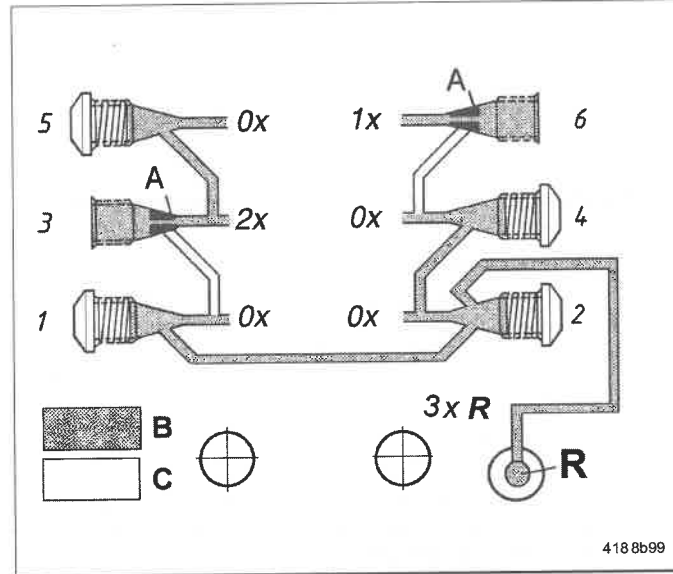

Abb. 1-4 Interne Rückführung von Schmierstoff
- Im QLS mit **hinten angebautem Verteiler** besteht die Möglichkeit, nicht benötigte Schmierstoffmengen vom Verteiler **intern** in den Behälter zurückzuführen (R, Abb. 1-4).
- Auslässe mit ungerader Nummerierung: z. B. 1, 3, 5Schmierstoffmengen der **ungeraden Auslässe lassen sich nur über die interne Verbindung der Auslässe 1 und 2 zurückführen**. Wie in Abb. 1-4 dargestellt, fließen die Mengen der Aus-lässe 1, 2 und 4 (3xR) in den Behälter zurück.